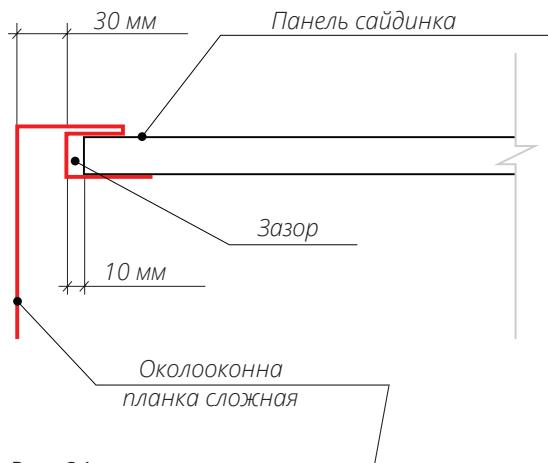

Рис. 21
- Подготовьте панели, примыкающие к проему снизу. Если под проемом не установлен H-профиль, вырез делается на ширину оконного проема с учетом размера Околооконной планки и зазора, необходимого для того, чтобы можно было вставить панель в Околооконную планку (рис. 21).
те необходимый вырез, как показано на схеме (рис. 21). Вырез должен быть шире проема на 80 мм. Глубина выреза должна позволить смонтировать панель без зазоров и деформаций.